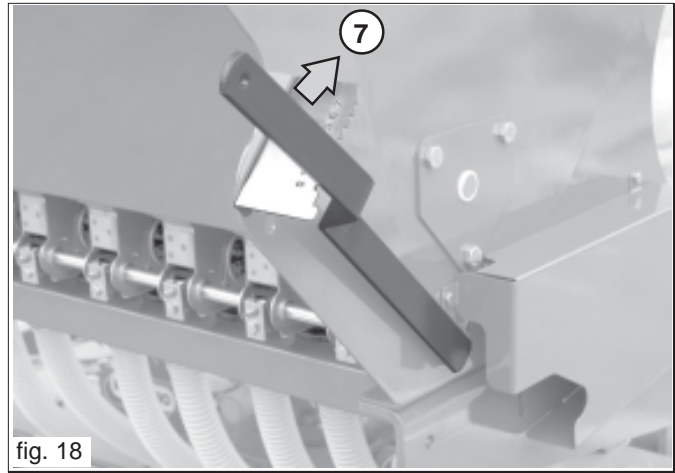

fig. 18
Se rappeler que pour la distribution de grosses semences (petits pois, soja, etc.), il est conseillé de décrocher l'arbre agitateur de la transmission (cf. Fig. 18) de manière à éviter que les semences soient endommagées.
- pour de grandes quantités, il est conseillé d'employer la manivelle sur la boîte à vitesses afin de faire tourner l'axe agitateur et de contrôler ainsi la quantité en décharge; pour le déchargement de petites quantités, déplacer le levier du doseur au-delà de la position 7 (Fig. 18).